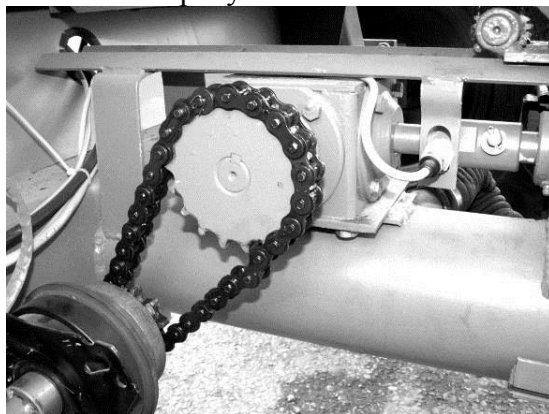

Рис. 6.6.7.
**6.6.6. Редуктор привода** (рис. 6.6.7) заполнен маслом в заводских условиях. Если нет утечки масла, дополнительное обслуживание не требуется.